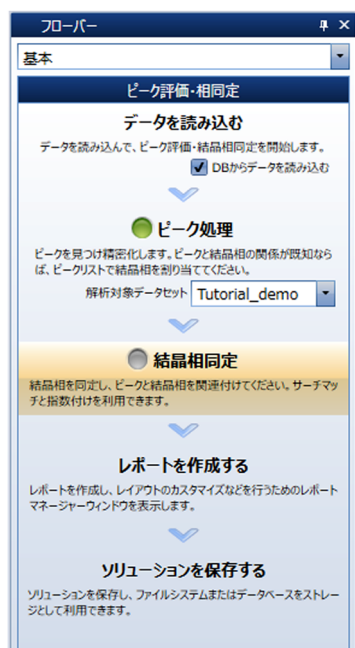

図2. 解析プラグインのフローバー。
②試料をマウント⇒③試料位置調整⇒④各種データ測定、の順序で行われます。この手順が、フローとして表示されており、保存データ名などわずかな情報を入力するだけで、測定を開始しデータを得ることができます。また、データの解析に対しては、アプリケーションごとにその手順を示すフローバーが用意されています(図2)。ユーザーは、フローバーのボタンを上から順にクリックしていくことで、①データの読込⇒②データの解析⇒③レポートの作成⇒④解析結果の保存までを、手順を間違えずに行うことができます。各ボタンには1-2行の説明が表示され、各ステップにおける処理内容を理解しながら解析を進められます。